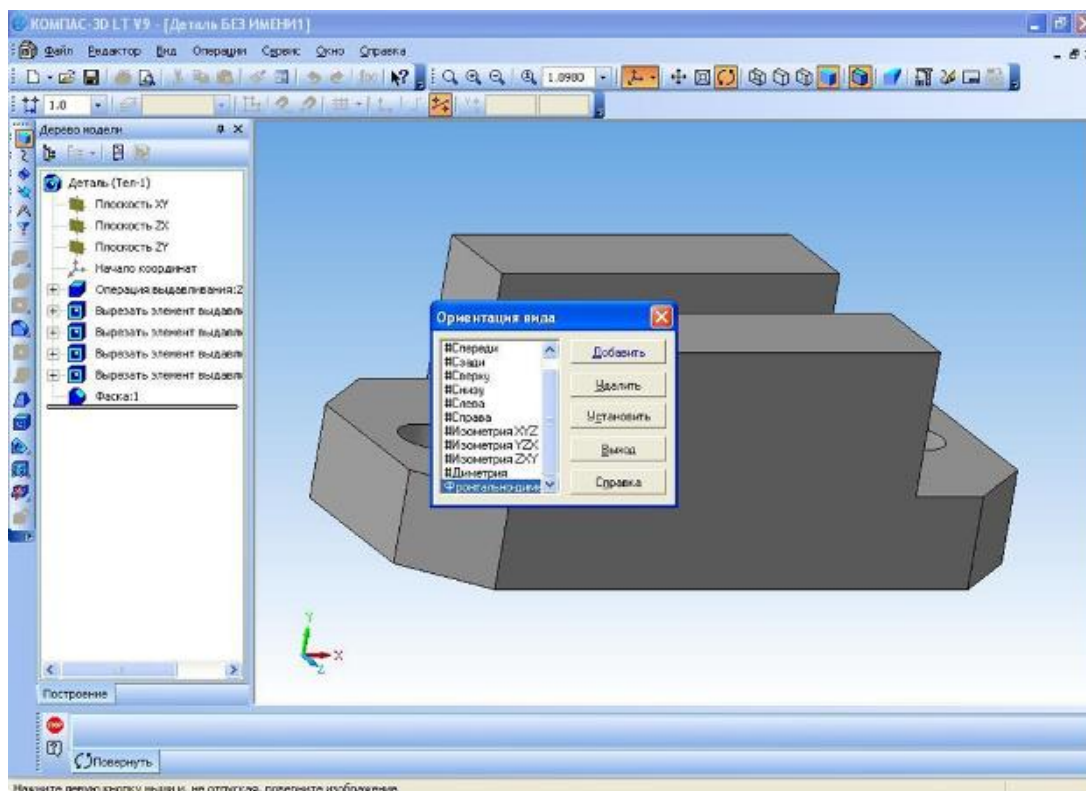

Рис.29
8. Этой же командой можем воспользоваться и при рассмотрении аксонометрических проекциях или же можно создать свою проекцию. (см. приложение рис.29).
9. По окончании чертежа необходимо его сохранить на компьютере в своей папке (см. приложение рис.29).